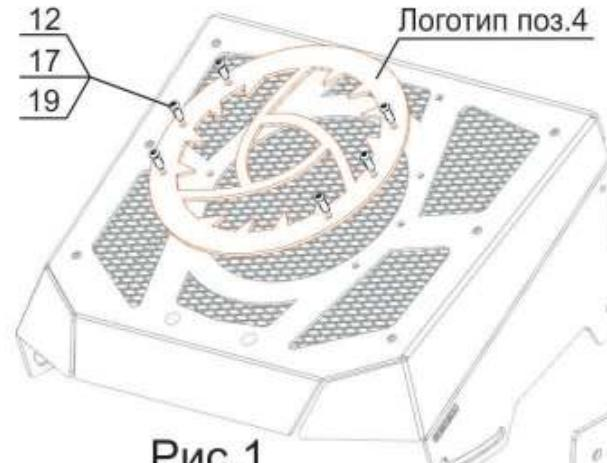

Рис.1
1. Установить логотип поз. 3 на внешнюю сторону выноса, закрепить винтами M6x20 поз. 12, гайками поз. 17, шайбами поз. 19 (рис. 1).